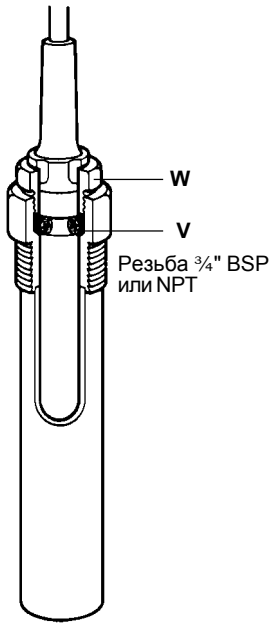
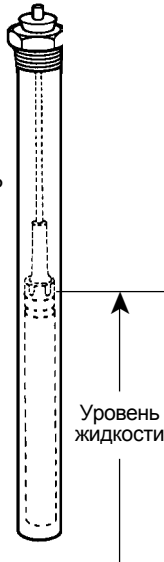

Рис.5
Рис.6
целесообразным установка байпасного вентиля, чтобы гарантировать непрерывную подачу пара во время технического обслуживания или ремонта клапана. Рис. 5 и Рис. 6.
Вставьте датчик в гильзу так, чтобы уплотнительное кольцо 'O' село на место в ниппеле, как это показано на рис.5, и заверните нажимную гайку (W) для сжатия кольца 'O'.
Для уплотнения гильзы используется разрезная втулка, рис.6.
Заполняйте гильзу жидкостью не выше уровня датчика (рис.6).